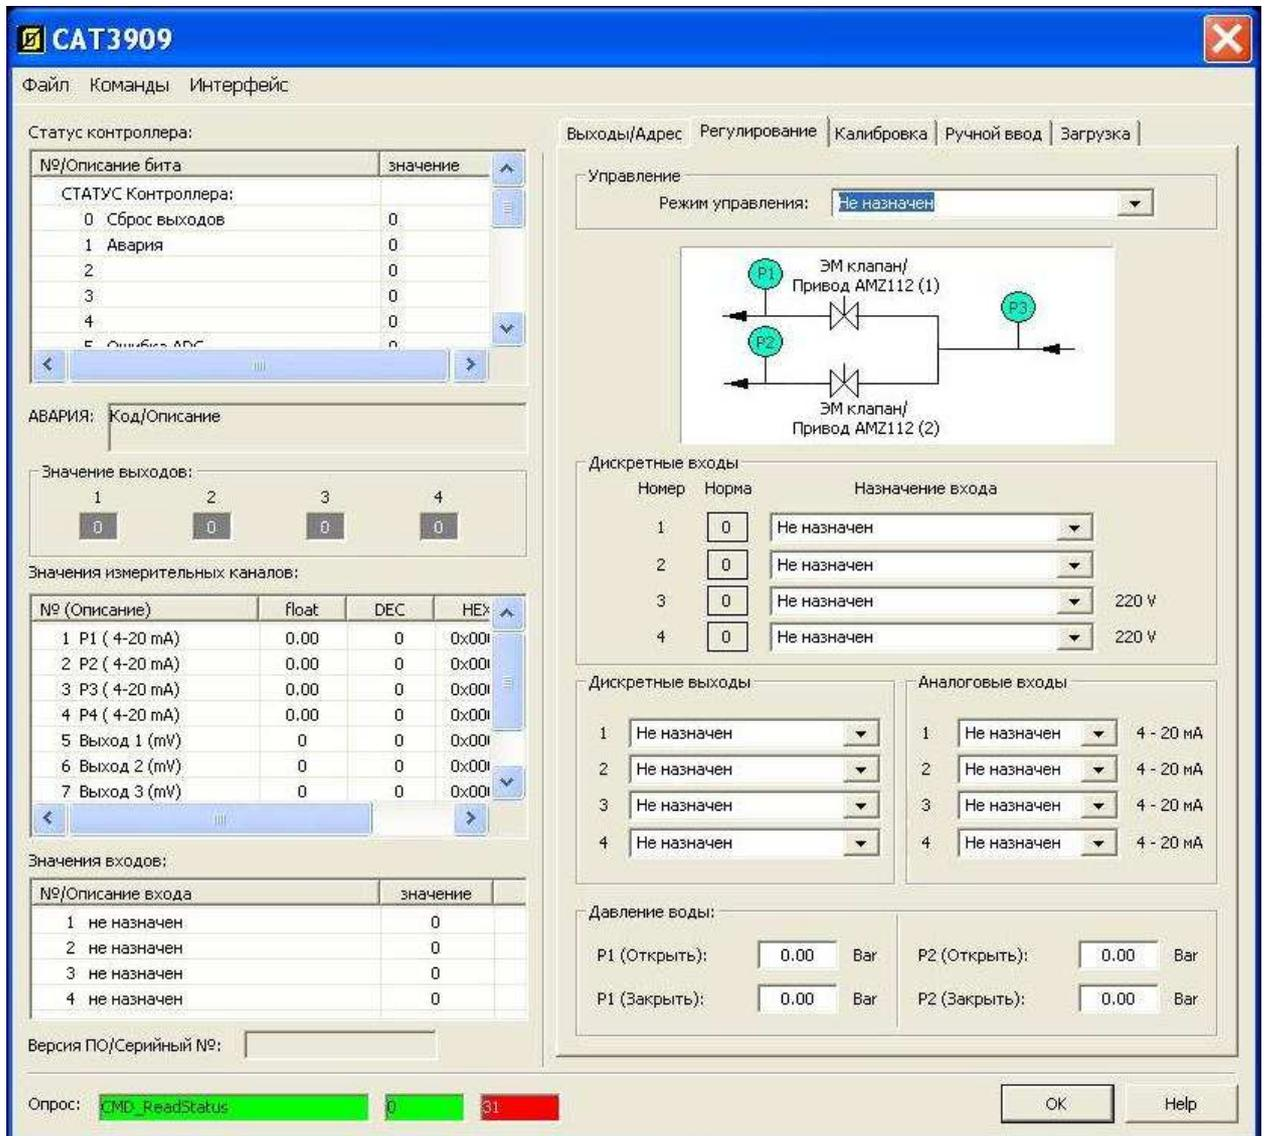

Рисунок 12
Перейти на вкладку **Регулирование** (рисунок 12).
- 4) Кратковременно замкнуть накоротко выводы X1.1 и X1.2 (датчик 5) канала дискретных входов. Проверить отображение состояния канала ID1 в таблице **Значение входов** в левой части экрана, в первой строке № 1 (рисунок 12). Значение канала должно поменяться с 0/1 на 1/0.
- 6) Для проверки высоковольтных каналов необходимо подать переменное напряжение 220 В на контакты X7.1 и X7.2. Проверить отображение состояния канала ID3 в таблице **Значение входов** в левой части экрана, в строке № 3 (рисунок 12). Значение канала должно поменяться с 0/1 на 1/0.
- 4) На вкладке **Регулирование** в строке **Режим управления** установить значение **Не назначен** (см рис.12).